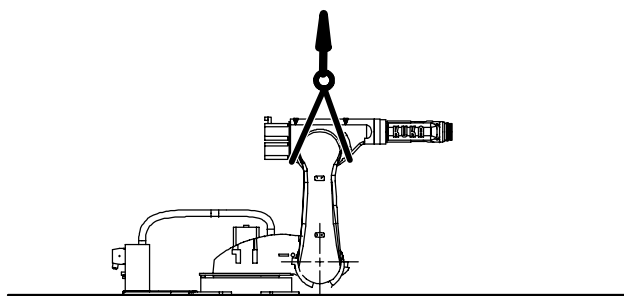

Fig. 111 Blocage du bras (schéma)
(1.1) Amener l'épaule à la verticale et le bras - si cela est encore possible - à l'horizontale (Fig. 111).
(1.2) Bloquer le bras de manière appropriée, par ex. avec un dispositif de levage ou une cale par le bas (Fig. 111).
- (4) Fixer l'entraînement de l'axe majeur A3 (5) avec quatre vis à six pans creux M12x30-8.8 (1) sans oublier les rondelles-frein.
- (5) Serrer en croix avec une clé dynamométrique les quatre vis à six pans creux (1) jusqu'à l'obtention du couple de serrage M_A prescrit en procédant par étapes ($M_A = 78 \text{ Nm}$).
- (6) Connecter les connecteurs XM3 et XP3-L aux connecteurs femelles (3, 4).
- (7) Enlever le dispositif de levage (6).
- (8) Enlever le dispositif de levage ou la cale du robot (Fig. 111).
- (9) Le cas échéant, amener le robot en position de montage (voir le chapitre 7, "Mise en place").
- (10) Procéder au réglage du point zéro (voir manuel logiciel KR C4, chapitre "Mise en service", paragraphe "Calibration/Décalibration du robot").